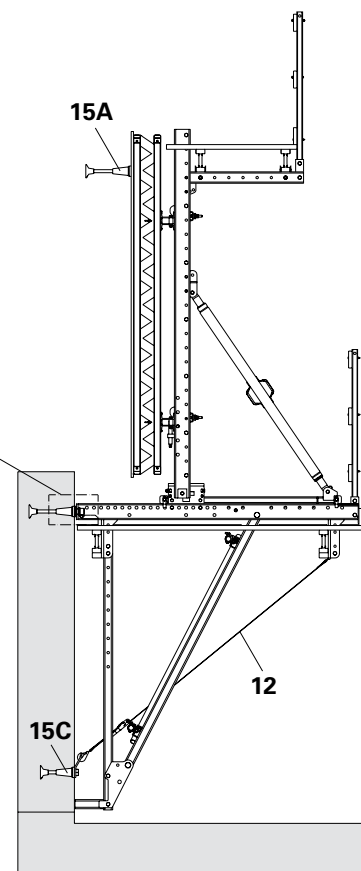

Fig. A2.07
2. Fissare la predisposizione superiore (15A) alla cassaforma; v. A2.6. (Fig. A2.07)